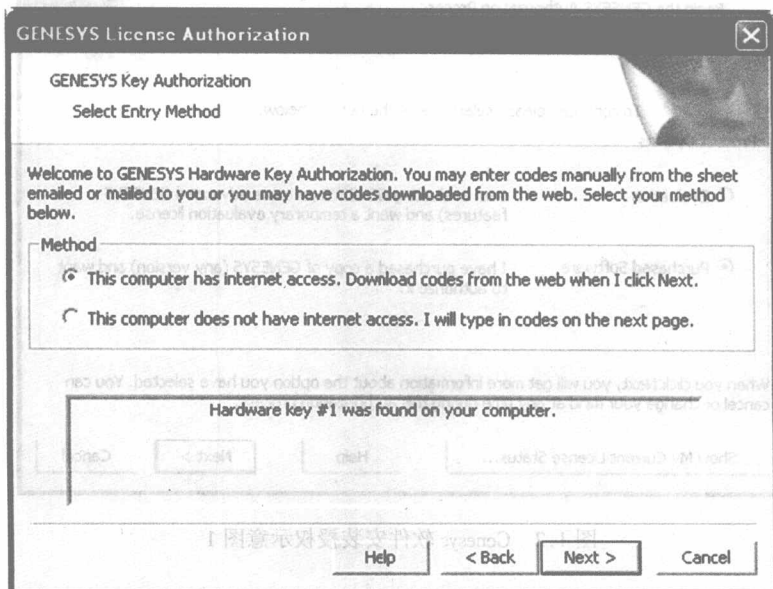

图 1.4 Genesys 软件安装授权示意图 3
(4) 这时 HASP 驱动将会开始安装, 在弹出的 The process must be run again 对话框中, 点击 OK。
(5) 在弹出 Do you want to try again? 对话框时, 插入 USB, 并在对话框中点击“Yes”。
(6) 在 Product Options 选项和 Licensing Options 选项中都点击“Next”, 如图 1.4 所示。